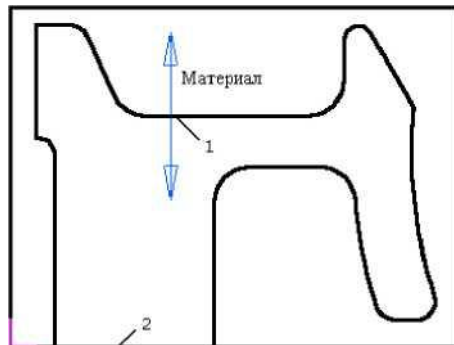

Рисунок 19
5. Выберите область где останется материал (см.Рисунок 19) и нажмите пробел или среднюю кнопку мыши.